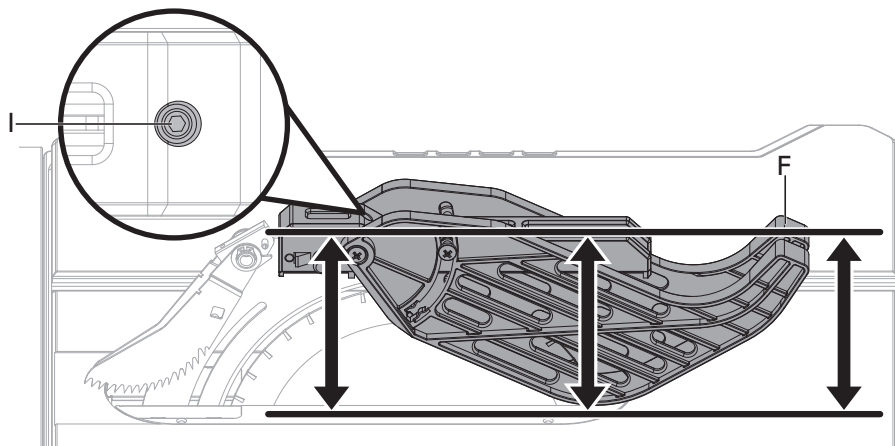

Fig. 10c
- Si la protección de la cuchilla no está paralela a la mesa cuando el separador está en la posición más elevada (cortes con traspaso), ajuste el tornillo (I) según sea necesario (Fig. 10c).